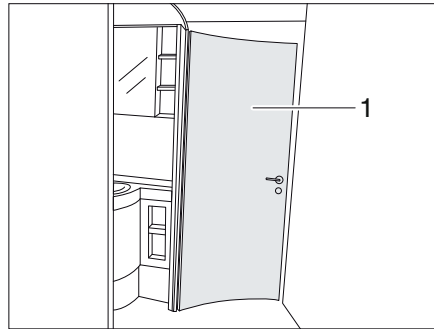

Bild 226 Raumbad
Die Tür des Toilettenbereichs (Bild 226,1) lässt sich je nach Ausstattung in 1-3 verschiedenen Öffnungsweiten zu einem Raumbad arretieren. Je nach gewählter Öffnungsweite werden verschiedene Raumteile miteinander verbunden.
- ▷ Die Tür des Toilettenbereichs (Bild 226,1) darf während der Fahrt nicht als Raumtrenner verwendet werden.